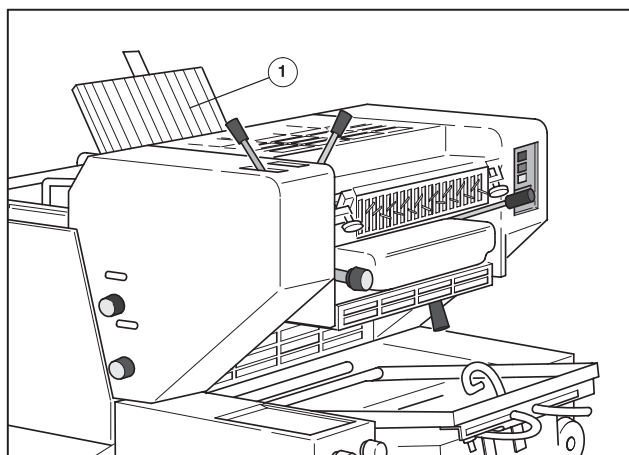

Рис. 8 Стол для зарядки/выброса формы - Двухкрасочная машина
- ② Положить печатную форму на стол для зарядки/выброса формы (Рис. 8/①).